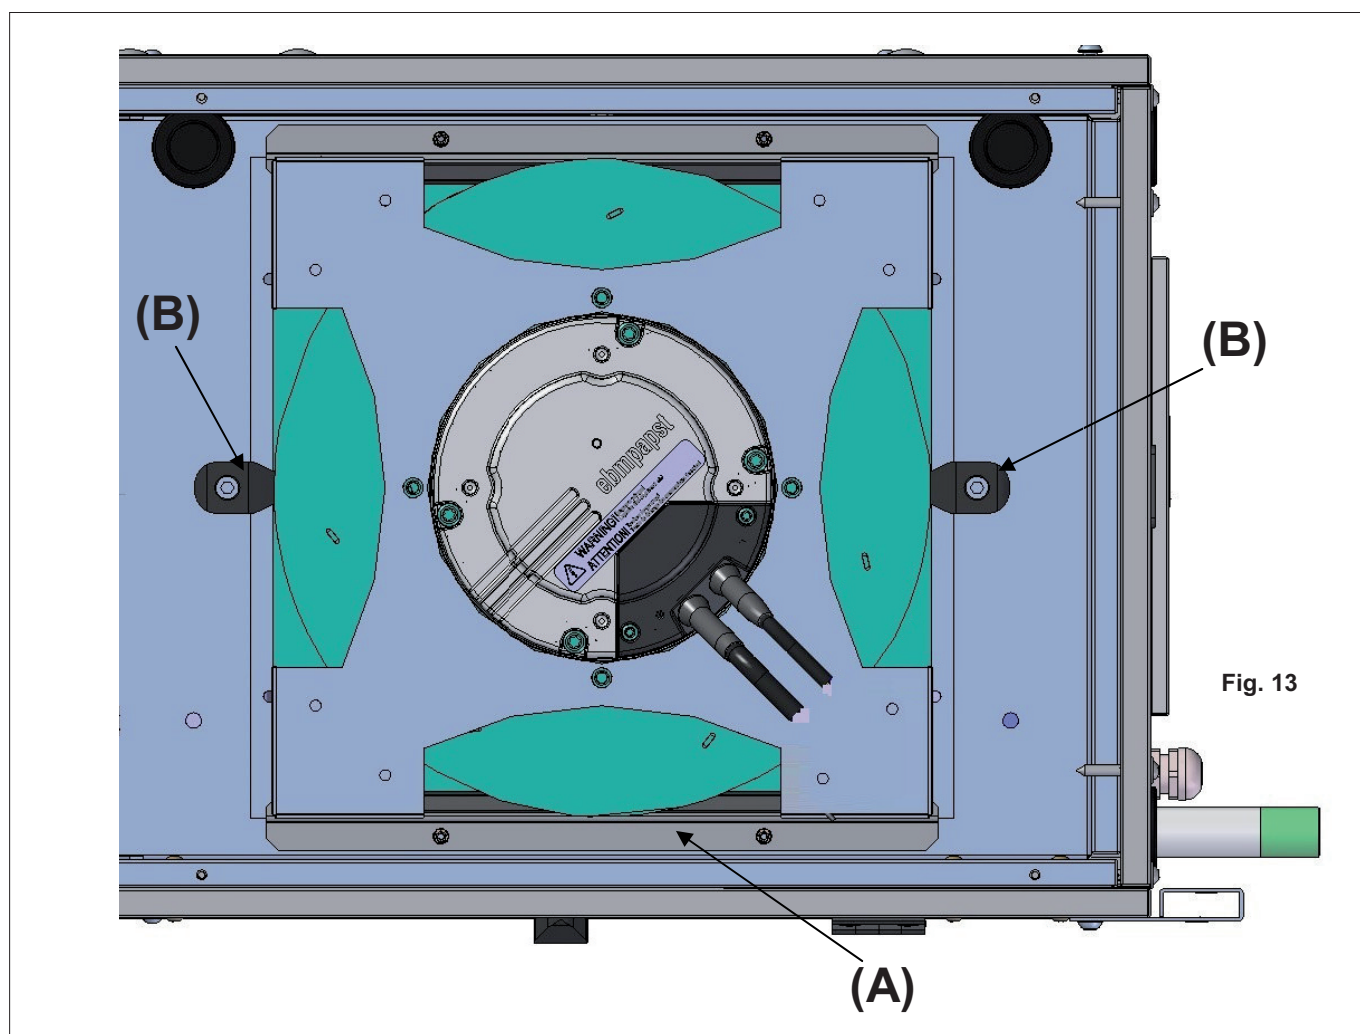

Fig. 13
- pour l'unité en version horizontale en démontant un panneau latéral d'extrémité muni d'une poignée escamotable (**fig. 13 a**)
- pour l'unité en version verticale, en démontant un panneau supérieur d'extrémité muni d'une poignée escamotable (**fig. 13 a**)
Puis procéder comme indiqué ci-dessous (fig. 13) :